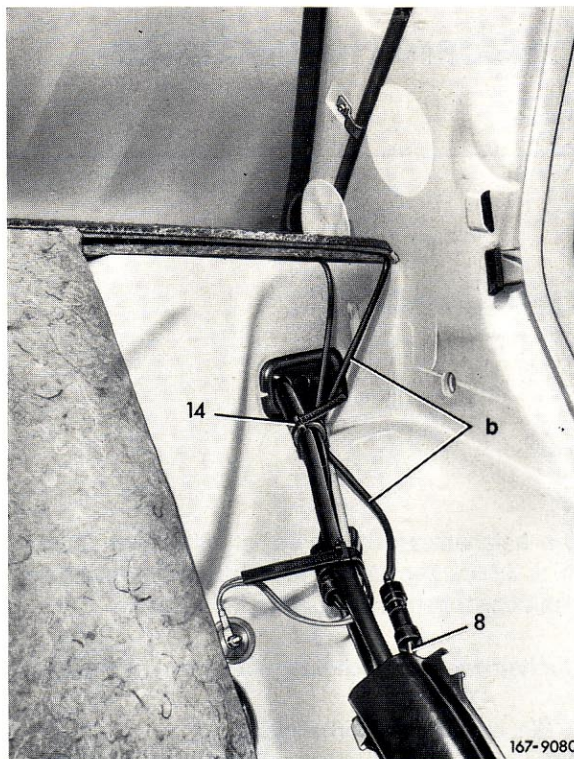

Bild 3
18 Verlängerungskabel (8) vom Verzögerungsrelais (5) entlang des Hauptleitungssatzes am linken Längsträger zur Heckwand verlegen und mit der linken elektrischen Leitung der heizbaren Heckscheibe verbinden (Bild 3), dazu Teppich und darunterliegende Abdeckschienen am linken Einstieg teilweise lösen.
19 Verlängerungskabel (8) am Hauptleitungssatz mit dem Kabelband (14) befestigen (Bild 3).